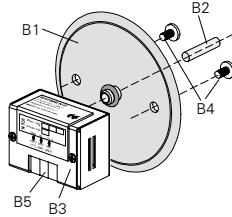

Bild 2: Montage des UP-Helligkeitssensors UP 255
- Der UP-Helligkeitssensor UP 255 wird in Gerätedosen mittels der mitgelieferten Schraubbefestigungen (ohne Krallen) eingebaut (siehe Bild 2).